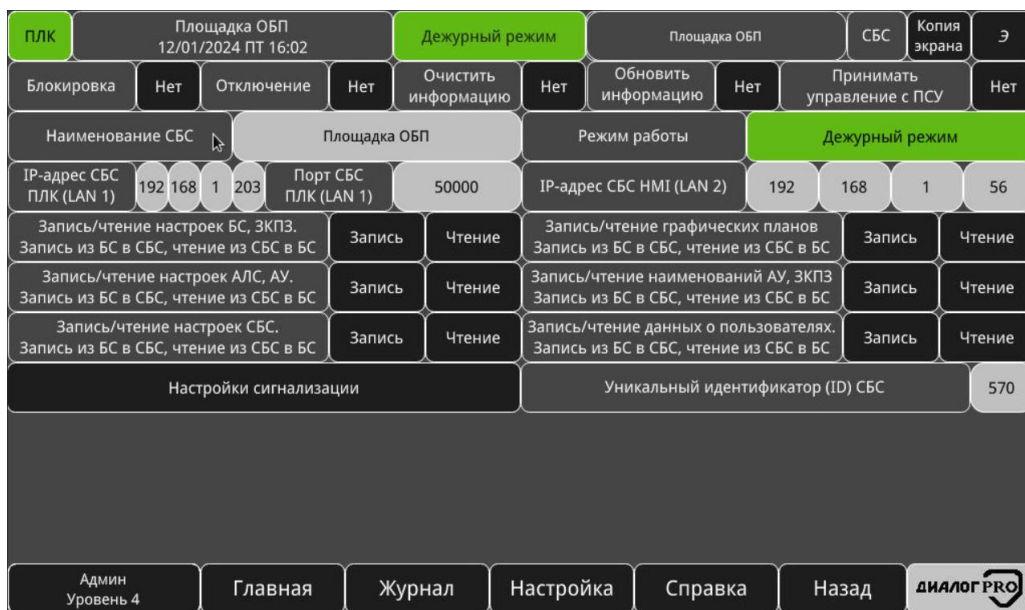

Рисунок 3.63 – Окно СБС «Площадка ОБП»
- «Наименование СБС» – кнопка-индикатор, при нажатии на которую будет отображено окно СБС (рисунок 3.63), цветом отображает текущий режим работы СБС и наименование СБС;
- «Режим работы СБС» – кнопка-индикатор, при нажатии на которую будет отображено окно СБС (рисунок 3.63), цветом и надписью отображает текущий режим работы СБС.